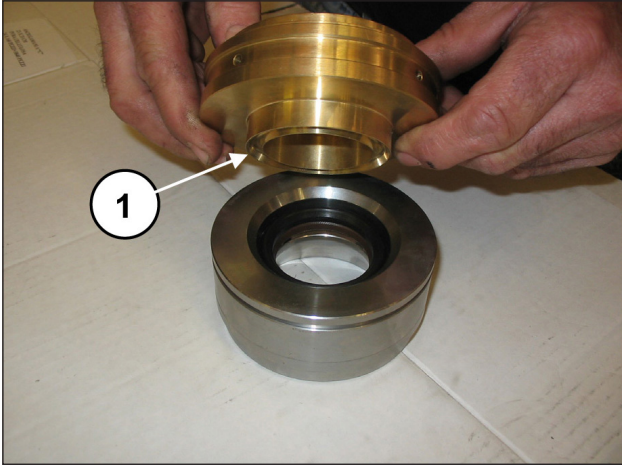

Fig. 128
Assembler le support des joints à la chemise (rep. ①, Fig. 128).